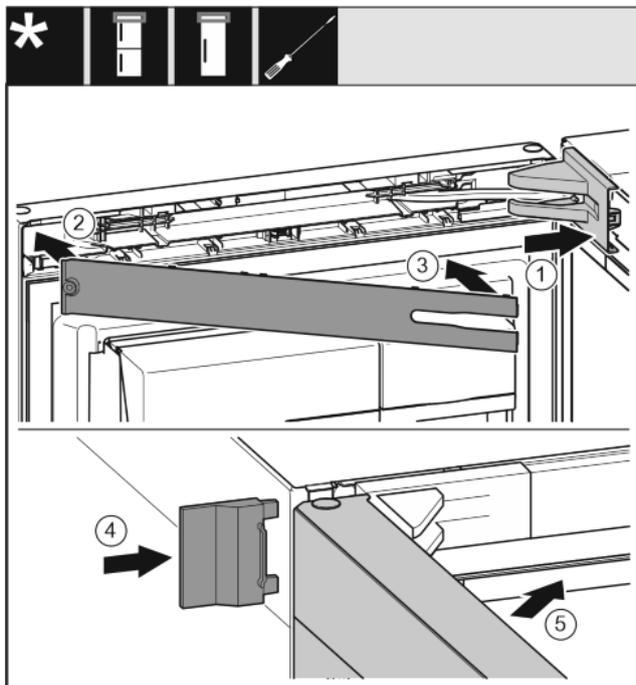

Fig. 40
- ▶ Poser et enclencher le cache du support de palier, l'introduire en appuyant délicatement. Fig. 40 (1)
- ▶ Poser le cache. Fig. 40 (2)
- ▶ Incliner le cache et l'enclencher. Fig. 40 (3)
- ▶ Enfiler le cache extérieur. Fig. 40 (4)
- ▶ Fermer la porte supérieure. Fig. 40 (5)